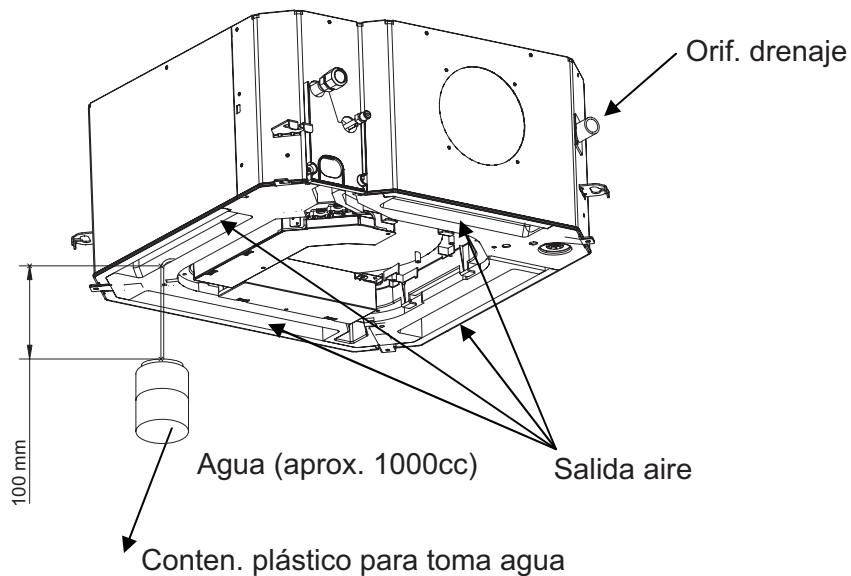

Fig.14
3. Inyecte lentamente aproximadamente 1000 cc de agua en la bandeja de drenaje.(Fig.14)